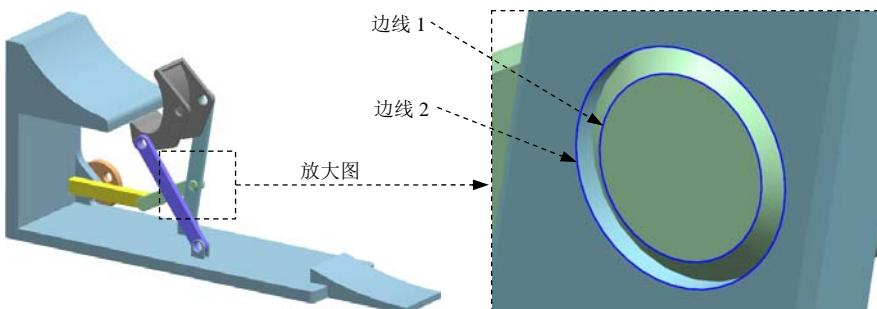
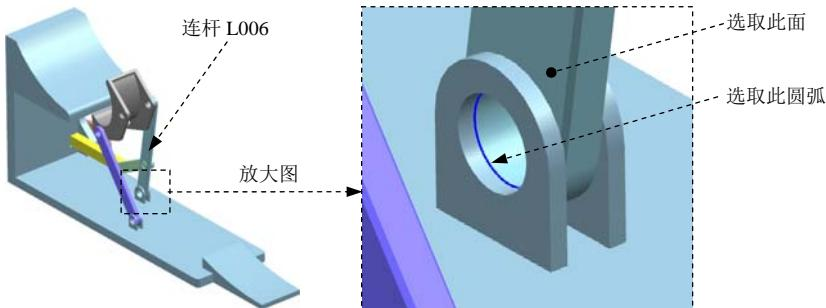

图 10.2.7 定义共线连接(二)
图 10.2.8 定义旋转副(四)
(1) 在“运动副”对话框**定义**选项卡的**类型**下拉列表中选择**共线**选项；在模型中选取图 10.2.7 所示的边线 1 为参考，系统自动选择连杆、原点及矢量方向。
(2) 在“运动副”对话框的**基本**区域中选中 **啮合连杆**复选框；单击**基本**区域中的**\*选择连杆 (0)**按钮，在模型中选取图10.2.7所示的边线2为参考，单击反向按钮 $\times$ ，调整矢量方向与操作连杆一致。
(3) 单击**应用**按钮，完成运动副的添加。
Step12. 定义旋转副(四)。在“运动副”对话框**定义**选项卡的**类型**下拉列表中选择**旋转副**选项，选取图10.2.8所示的连杆L006；在“运动副”对话框的**指定原点**下拉列表中选取“圆弧中心” $\odot$ 选项，在模型中选取图10.2.8所示的圆弧为定位原点参照；选取图10.2.8所示的面作为矢量参考面；单击**应用**按钮，完成运动副的添加。